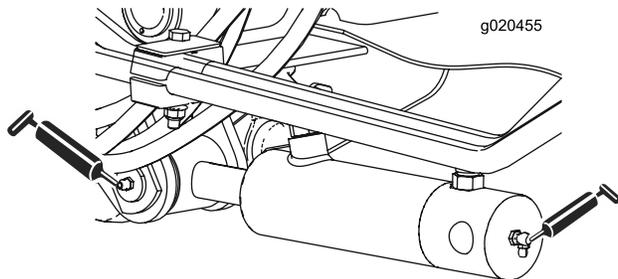

Bild 47
- Zwei (an jeder Seite) Hubarm-Zylinderbüchsen (Bild 47)